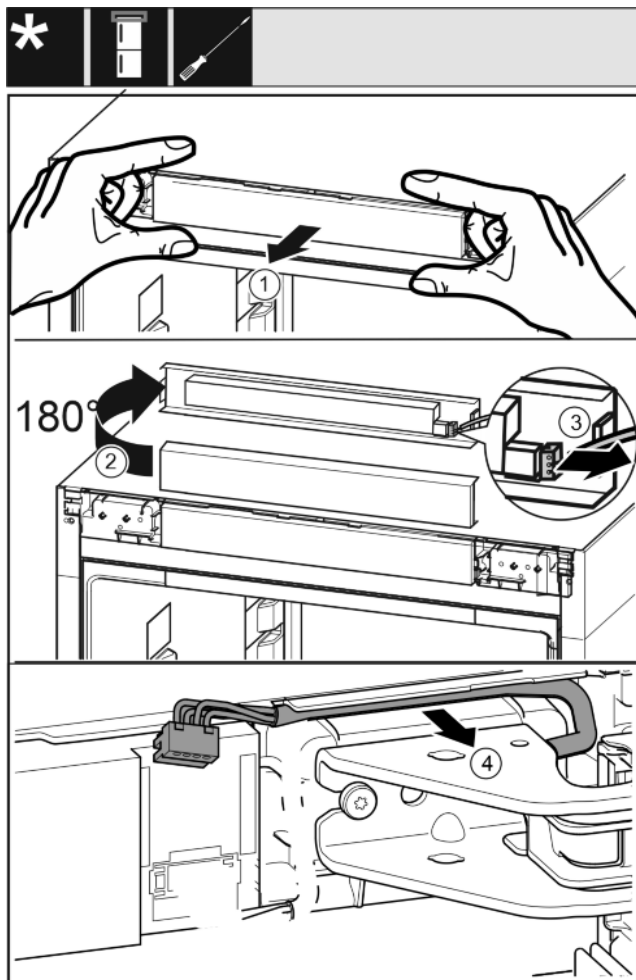

Fig. 15
- ▶ Óvatosan válassza le a készülék kezelőpaneljét előrefelé. Fig. 15 (1)
- ▶ Fordítsa el a kezelőpanelt felfelé 180°-kal. Fig. 15 (2)
- ▶ Nyomja hátrafelé a reteszelő bütyköt, és óvatosan húzza ki a dugót. Fig. 15 (3)
- ▶ Óvatosan vegye ki a kábelt a csapágyblokk felett a vezető-sínből. Fig. 15 (4)